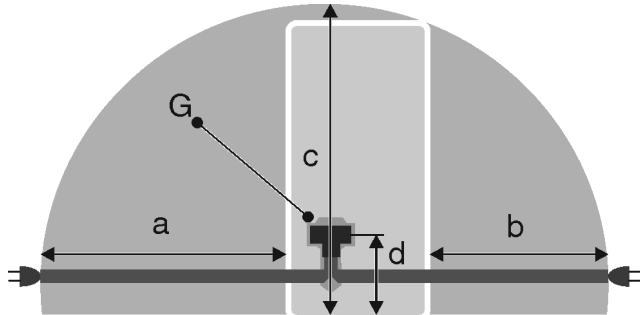

Fig. 20 *
- Розетка находится не за устройством, а в зонах a или b Fig. 20 (a, b, c).
- ▶ Штекер устройства Fig. 20 (G) подсоедините с задней стороны устройства. Следите за правильной фиксацией.